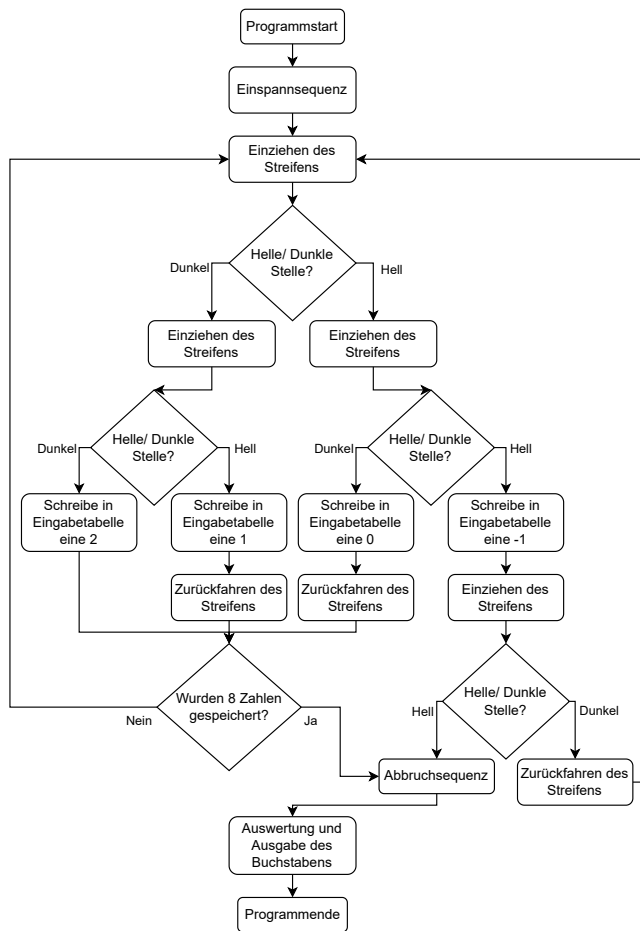

Abbildung 6. Programmablaufplan des El-Mo-Apparates (Version 2)
3) *Programmierung:* Der Programmablaufplan des El-Mo-Apparates ist in Abbildung 6 dargestellt. Das Grundkonzept der zweiten Version besteht darin, dass der Morsecode-Streifen immer um eine bestimmte Strecke eingezogen wird. Daraufhin überprüft der Lichtsensor, ob sich unter diesem ein heller oder dunkler Abschnitt befindet. Um dies mit höchster Präzision zu gewährleisten, ist am Anfang des Programms eine Einspannungssequenz erforderlich. Der Morsecode-Streifen wird so